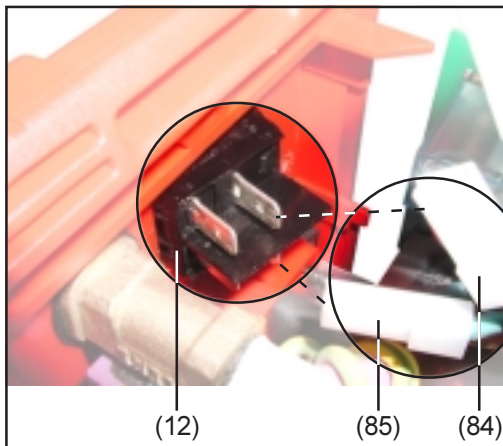

Abb. 4
- Arretierung an der Seite des Netzschalters (12) eindrücken und Netzschalter (12) heraushebeln (Abb.4)